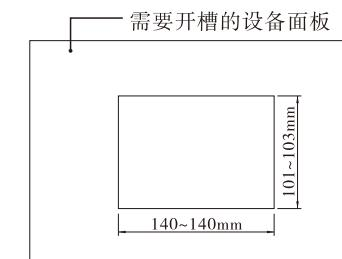

图1
①如图1所示，在设备面板上开矩形孔（长：140~142mm，宽：101~103mm），孔的锐边均须倒钝，否则易损伤控制器外表面。